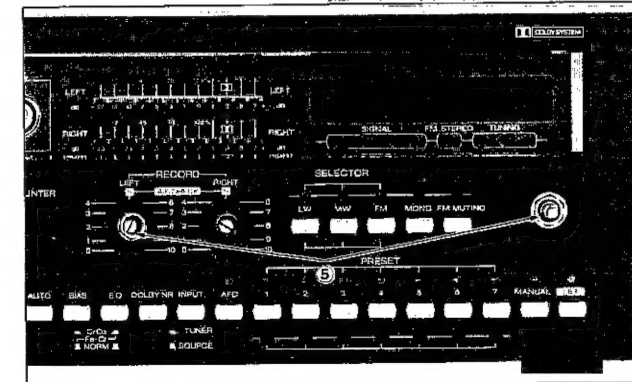

Abbildung 4-3
- ⑤ Die Befestigungsmuttern des linken Aufnahmepegelreglers und des manuellen Abstimmreglers durch Drehen entgegen dem Uhrzeigersinn entfernen und diese Regler herausziehen. (Siehe Abbildung 4-3)